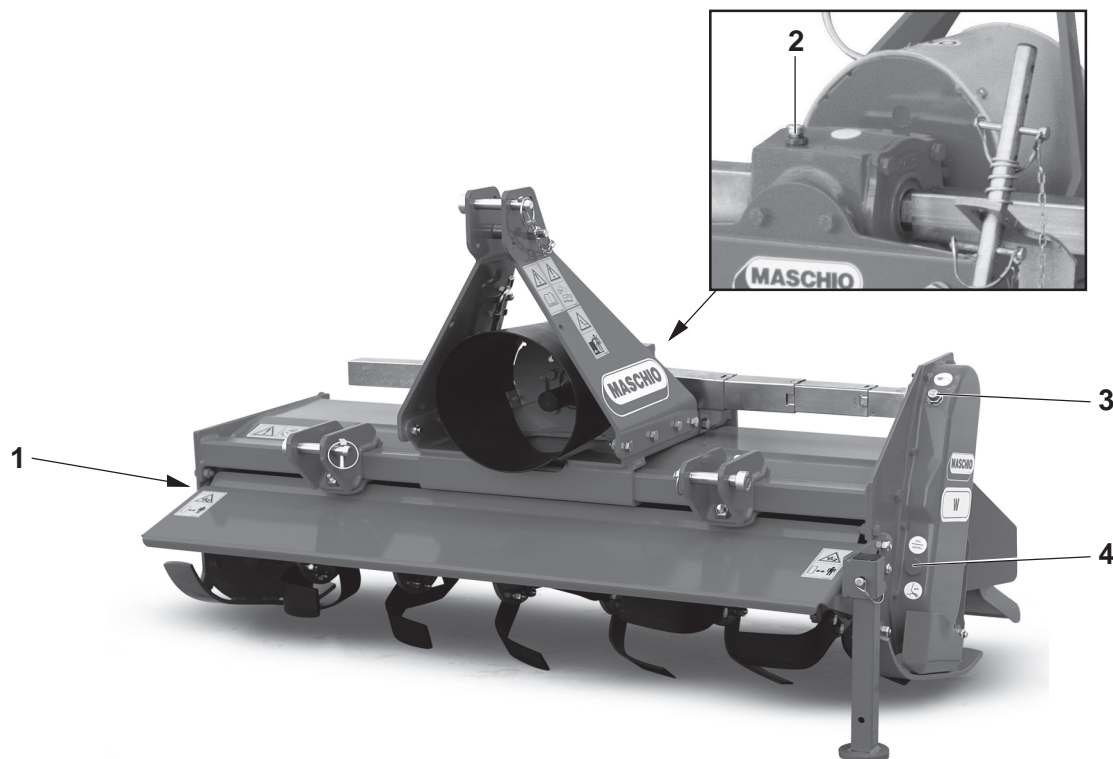

Fig. 34
- Effettuare il cambio completo dell'olio del riduttore svitando il tappo posteriore del riduttore (2 Fig. 34) e inclinando all'indietro la macchina.